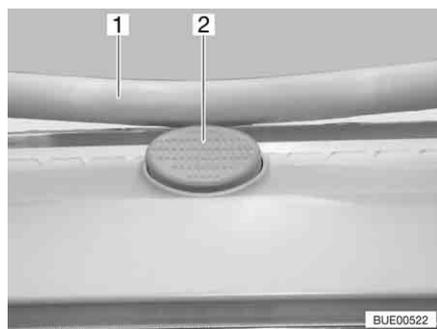

Bild 88 Sicherungsknopf an der Heki-Dachhaube
- Den Sicherungsknopf (Bild 88,2) drücken und den Bügel (Bild 88,1) mit beiden Händen nach unten ziehen.
- Den Bügel mit beiden Händen nach oben drücken, bis der Bügel oberhalb des Sicherungsknopfes (Bild 88,2) liegt.